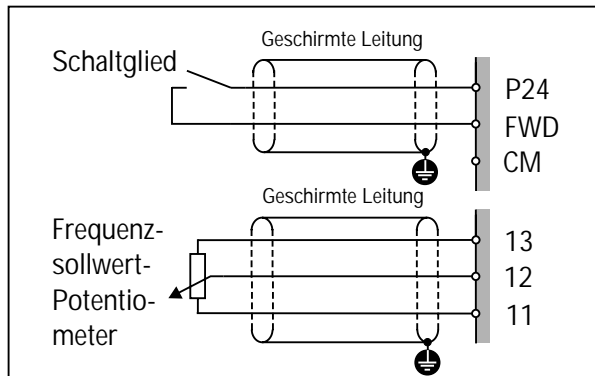

Abb. 9.3.2 Belegung abgeschirmter Leitungen
- Legen Sie die Abschirmung nur einseitig am Masseanschluss des Umrichters auf (siehe Abb. 9.3.2).